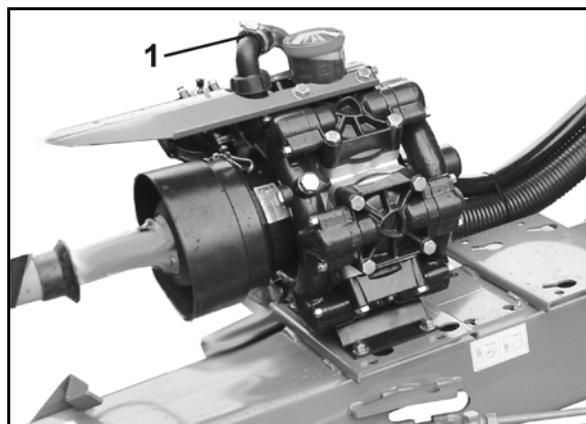

Рис. 202
- Все приведенные в таблицах параметров опрыскивания нормы расхода [л/га] действительны для воды. Для пересчета на раствор мочевины и нитрата аммония (АНЛ) умножьте указанные нормы расхода на 0,88, а для пересчета на азотно-фосфорные растворы (NP) – на 0,85.
- Рис. 202 служит для выбора подходящего типа форсунки. Тип форсунок выбирается исходя из: